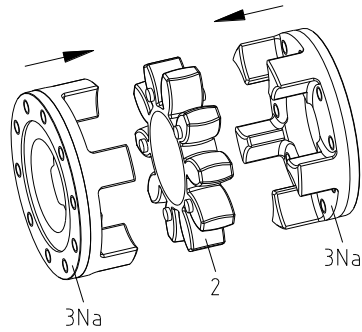

Fig. 6
- Emboîter les flasques d'entraînement (composant 3Na) et l'anneau (composant 2) (voir Fig. 6).